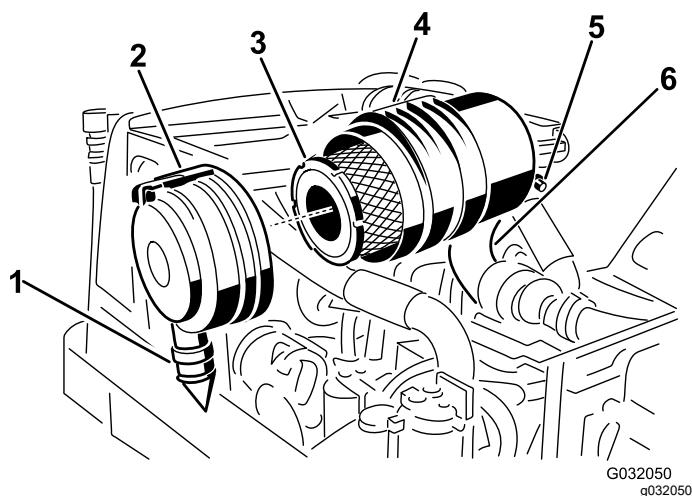

Figura 47
2. Îndepărtați filtrul primar (Figura 47).
privită de la extremitate i fixai elementele de blocare (Figura 47).
3. Înlocuieți filtrul primar (Figura 47).